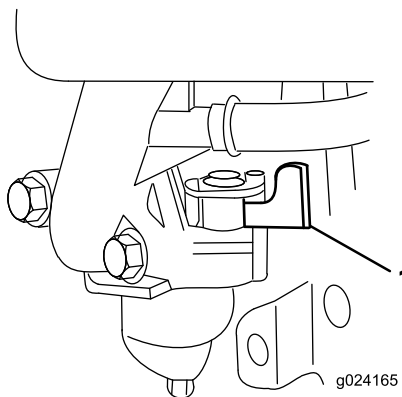

Figura 13
2. Abra la válvula de combustible moviendo la palanca de la válvula de combustible a la derecha (Figura 13).
Nota: Cierre la válvula de combustible moviendo la palanca de la válvula de combustible (Figura 13) a la izquierda a menos que vaya a volver a arrancar el motor en breve.